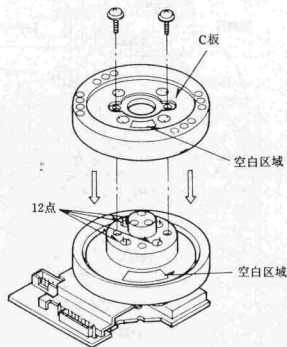
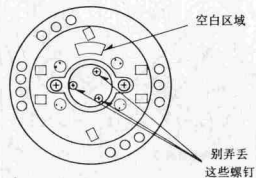

图64
图65
- ②熔化8个焊点(用吸锡管可容易地熔化焊点);
- ③向上拉出上部磁鼓;
- ④按拆卸时相反的步骤重新安装上部磁鼓。
注意: ①安装时要十分小心C板上的空白区域,如图64所示,上部磁鼓的空白区域要对准底部磁鼓的空白区域;
②如上部磁鼓装反了,播放磁带时将无颜色出现;
③切勿弄丢了如图65所示的3个小螺钉,否则主轴电机将损坏甚至不可修复。